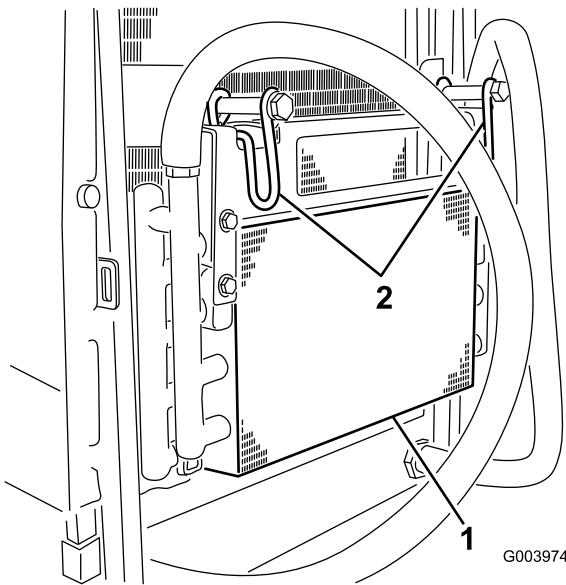

Bild 49
6. Drehen Sie den Riegel nach innen, um den Ölkühler zu lösen (Bild 49).